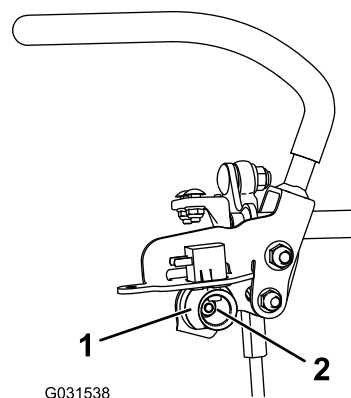

Figure 70
7. Desserrez l'écrou de fixation de la came (Figure 70).